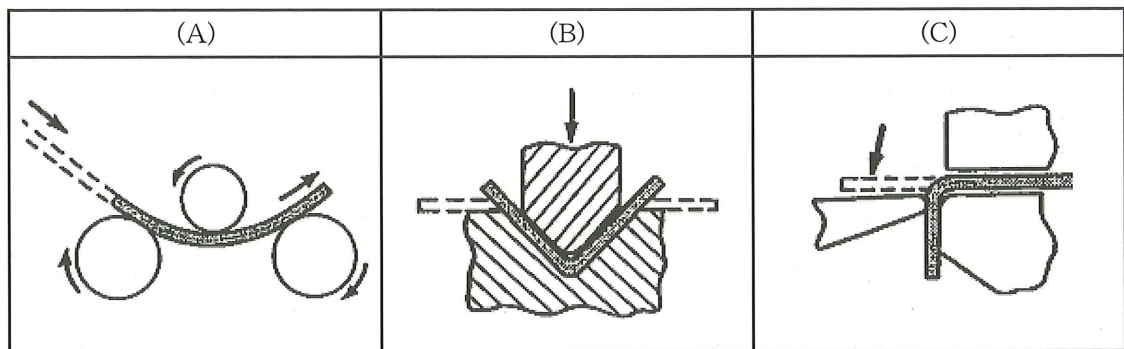

図2 曲げ加工の種類
曲げ加工には図2（A）に示す（ ⑩ ）、図2（B）に示す（ ⑪ ）、図2（C）に示す（ ⑫ ）がある。曲げ加工の欠陥には、曲げ半径が小さすぎるために発生する（ ⑬ ）などがある。